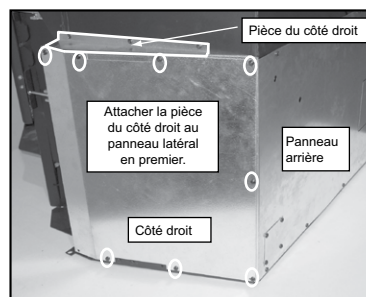

Figure 21.4
4. Assemblez les pièces du panneau de droite et l'angle droit en utilisant 4 vis avant de le relier au foyer encastré. **Figure 21.4.**
5. Suite au montage, reliez l'ensemble de pièces du panneau/côté droit de carénage au foyer encastré avec 3 vis le long du bas et 1 sur le côté. **Figure 21.4.**